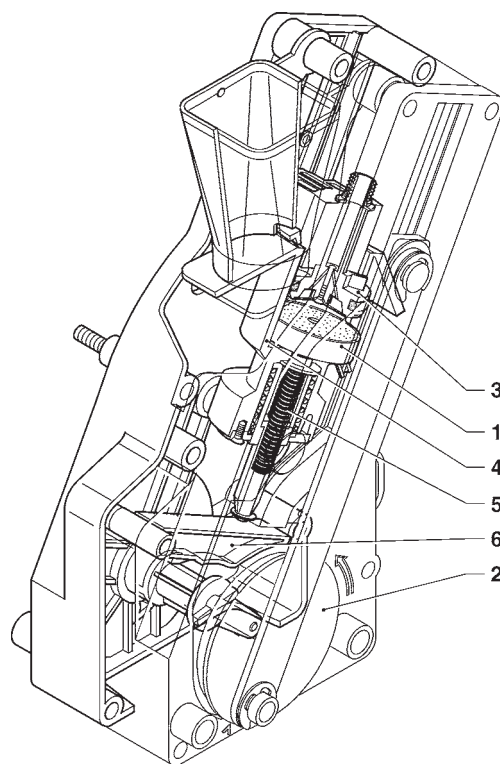

Fig. 16
A manivela do motor redutor engatada no exterior (2) do grupo, roda de 180° causando a oscilação da câmara de infusão e a descida do pistão superior (3) (ver fig. 16). Por efeito da pressão da água a mola de pré-infusão (5) cede e o pistão inferior (4) desce de 4 mm, consentindo a formação dum estrato de água que permite o aproveitamento uniforme da pastilha de café.